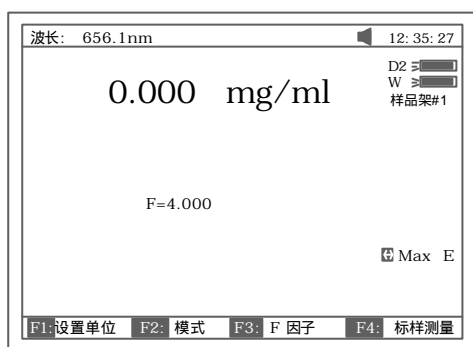

图 24
- b. 将已知浓度值的标准溶液拉入光路中, 按【F4】输入标液浓度值后按按【ENTER】确认, 图 24. 然后将待测溶液置入光路读取浓度值 ;